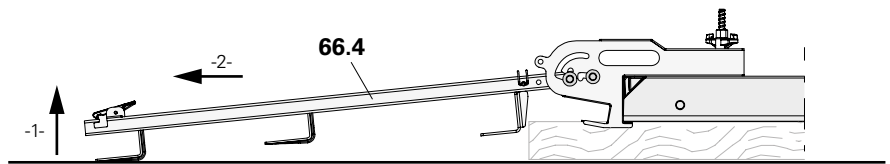

Fig. A7.26a
- 2- retirer (Fig. A7.26a + b + c) et